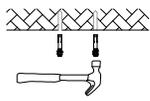

Figure 4
2. Fix screws into the holes with a hammer. (figure 4)
2. Insérer les vis dans les trous avec un marteau (Figure 4).